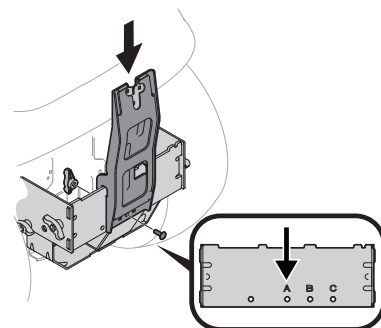

Figure 5
2. Aligner l'orifice central du support droit avec l'orifice du support de montage transversal qui correspond à la taille du plateau de coupe de votre tracteur. Consultez la Figure 5.
3. Fixez le support de fixation droit à l'ensemble de fixation en utilisant le boulon de carrosserie (710-0276) et le bouton à ailettes (720-04122) provenant de la trousse de quincaillerie 689-02364. Consultez la Figure 5.